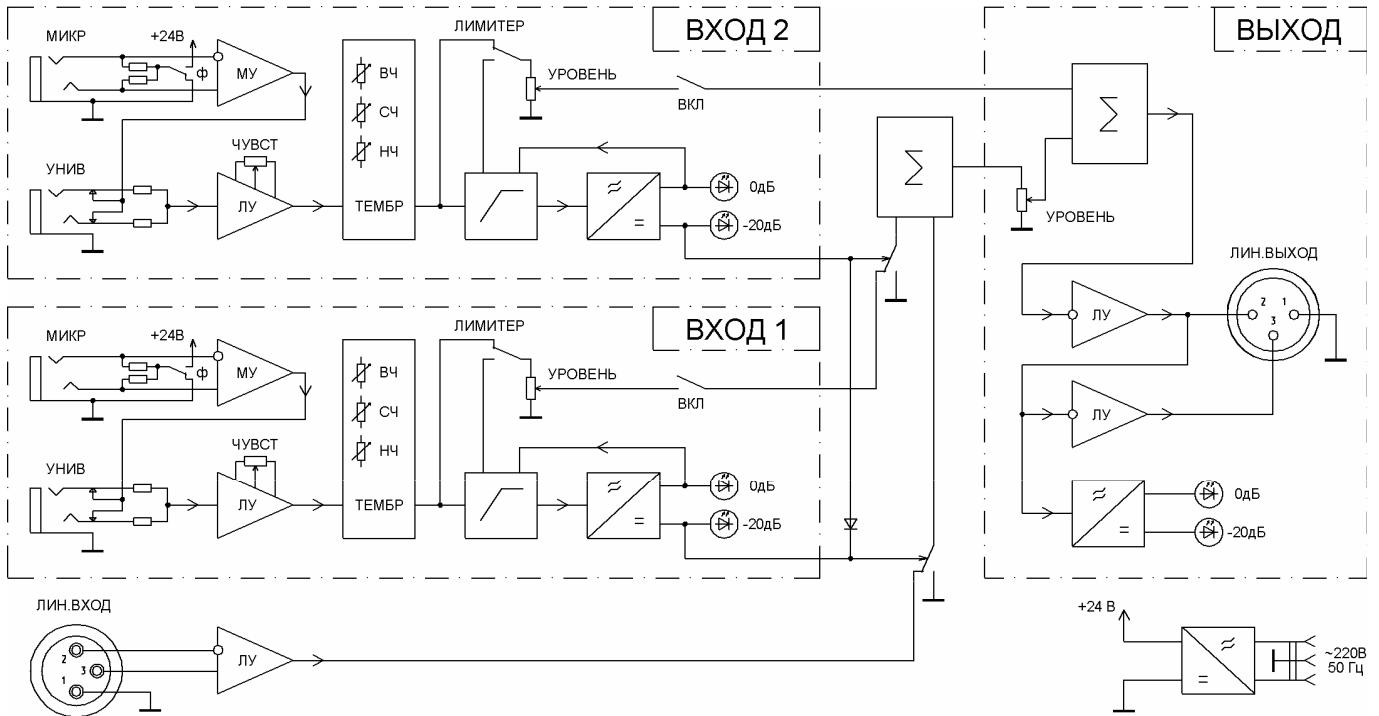

Рис. 1. Структурная схема предварительного усилителя МЕТА 9209.
9.1 Структурная схема УП приведена на рис.1.